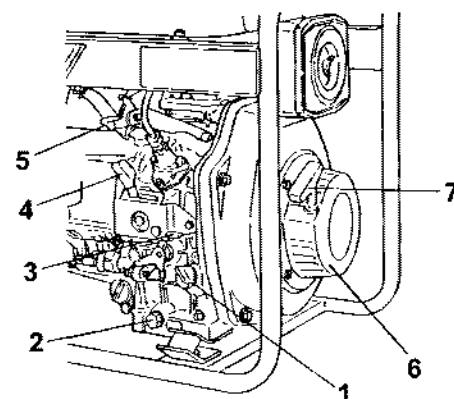

Рис. 53
Чтобы заменить (проверить или долить) масло выполните следующую процедуру. (Рис. 53)
1. Снимите крышку маслозаливной горловины (Рис. 53, (1)) (масляный щуп).
2. Выкрутите пробку масляного поддона (Рис. 53, (2)), чтобы слить масло. (Сливайте, когда двигатель работает на холостом ходу.)
- Опустите рычаг останова (Рис. 53, (3)) и установите рычаг регулировки (Рис. 53, (4)) в положение STOP (СТОП) (влево).
- Опустите рычаг сброса давления в положение сброса давления (Рис. 53, (5)).
- Потяните ручку (Рис. 53, (7)) ручного стартера (Рис. 53, (6)), чтобы прокрутить коленчатый вал приблиз. 10 раз.